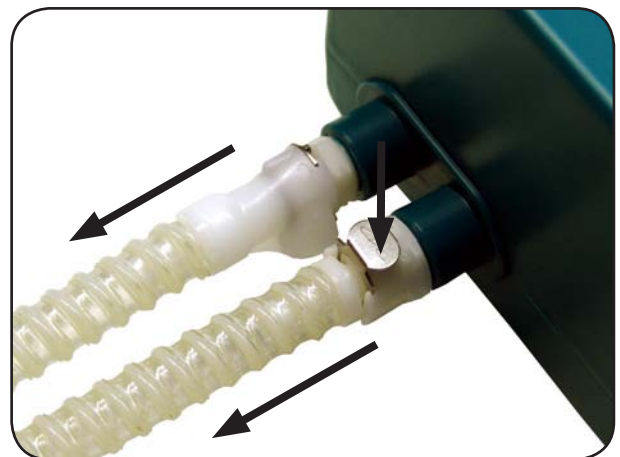

Abbildung 13
2. Trennen Sie die Versorgungsschläuche vom Aggregat durch Drücken der Einrastsicherung (siehe Abbildung 13).